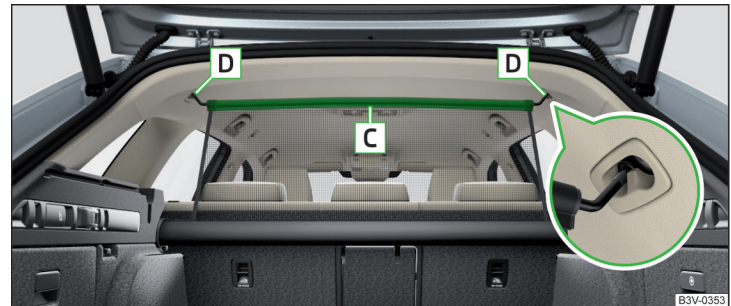

Abb. 140 Korrekt gesicherte Netztrennwand hinter den Rücksitzen im herausgezogenen Zustand
➤ Die Netztrennwand an der Querstange **C** herausziehen, in eine der Aufnahmen **D** einsetzen und nach vorn drücken » Abb. 140.
- › Die Querstange erst auf der einen, dann auf der anderen Seite etwas nach hinten ziehen und aus den Aufnahmen **D** nehmen » Abb. 140.